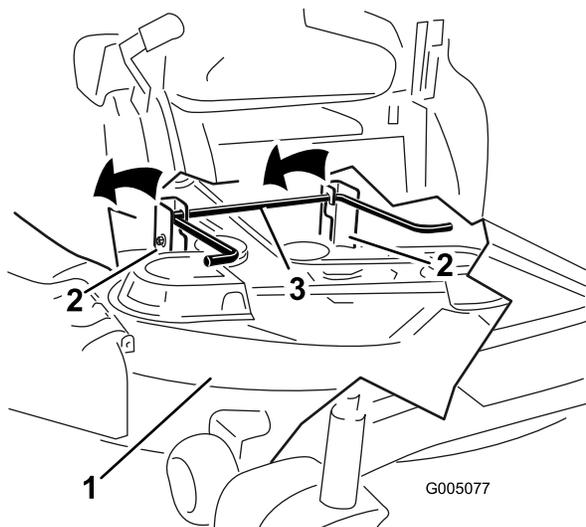

Bild 47
- Heben Sie das Mähwerk und die Hängeprofile über die hintere Hubstange und senken Sie das Mähwerk vorsichtig auf den Boden ab (Bild 47).
5. Heben Sie das Heck des Mähwerks an und führen Sie die Hängeprofile über die hintere Hubstange (Bild 47).